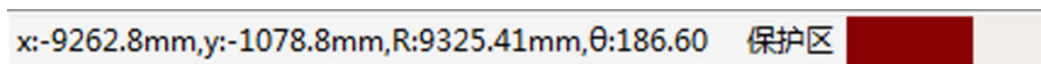

图 2.5.27 保护区状态显示
- 点击图标编辑保护区时，状态栏显示如图 2.5.27 所示。